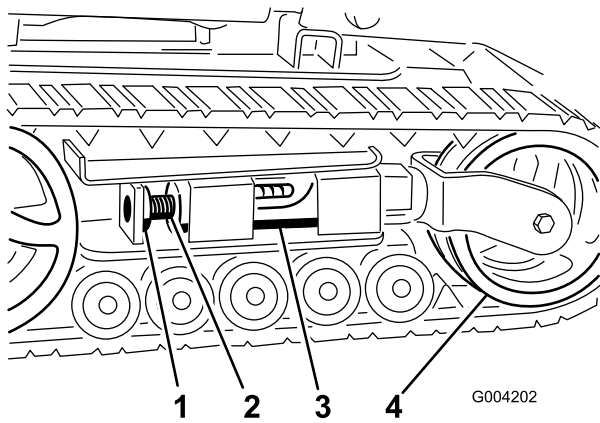
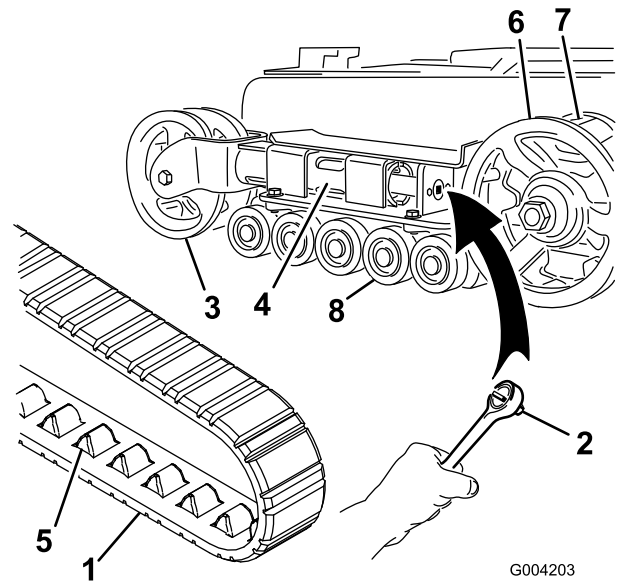
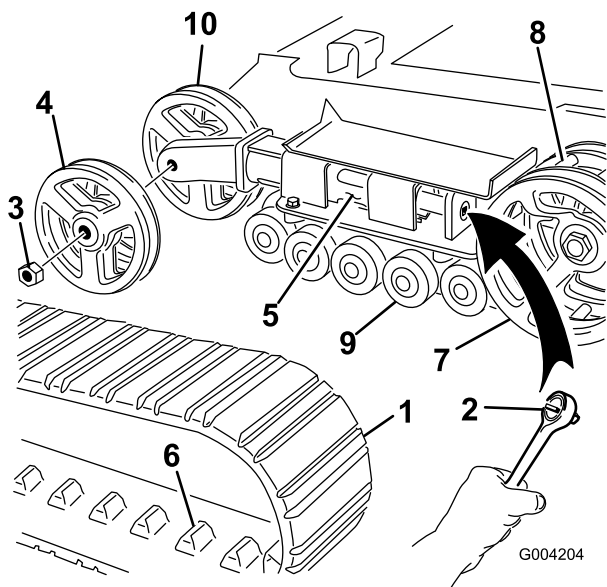

Figura 47
Figura 48
Figura 49
4. Togliete il bullone di bloccaggio e il dado (Figura 47).
6. Allineare l'intaglio più vicino della vite di tensione al foro del bullone di bloccaggio e fissare la vite con il bullone di bloccaggio e il dado (Figura 47).
6. Spingere la ruota di tensione verso il retro dell'unità in modo da spostare il tubo di tensione contro il telaio (Figura 48).
Nota: Avete cingoli a larghezza ridotta se le ruote di tensione anteriori sono montate all'interno di una forcella all'estremità del tubo di tensione (Figura 48).
4. Togliere il bullone di bloccaggio e il dado (Figura 47).
5. Utilizzando un cricchetto di trasmissione da 1/2", rilasciate la tensione di trasmissione ruotando la vite di tensione in senso orario (Figura 47 e Figura 48).
8. Quando il cingolo è staccato dalla ruota di tensione, rimuovetelo dai denti di trasmissione e dalle ruote non motrici (Figura 48).
9. Avvolgete il nuovo cingolo iniziando dalla ruota conduttrice e controllando che i denti del cingolo si alloggino tra i distanziali della ruota stessa (Figura 48).
10. Spingere il cingolo sotto e tra le ruote non motrici (Figura 48).
Nota: Avete cingoli a larghezza ridotta se le ruote di tensione anteriori sono montate sui lati dell'estremità del tubo di tensione (Figura 49).
- Togliere il bullone di bloccaggio e il dado (Figura 47).
- Utilizzando un cricchetto di trasmissione da ½", rilasciate la tensione di trasmissione ruotando la vite di tensione in senso orario (Figura 47 e Figura 49).
- Spingere la ruota di tensione verso il retro dell'unità in modo da spostare il tubo di tensione contro il telaio (Figura 49).
- Togliere il dado di fissaggio della ruota di tensione esterna e rimuovere la ruota (Figura 49).
- Togliere il cingolo (Figura 49).
- Togliere il dado di fissaggio della ruota di tensione interna e rimuovere la ruota (Figura 49).
- Montare la ruota di tensione interna e fissarla con il dado tolto in precedenza (Figura 49).
- Montare il nuovo cingolo, accertandosi che gli attacchi del cingolo si inseriscano tra i denti al centro della ruota conduttrice (Figura 49).
- Montare la ruota di tensione esterna e fissarla con il dado tolto in precedenza (Figura 49).
6. Collocare il tappo ingrassato della ruota non motrice sulla testa del bullone (Figura 48).
7. Fissare il tappo della ruota con l'anello elastico (Figura 48).